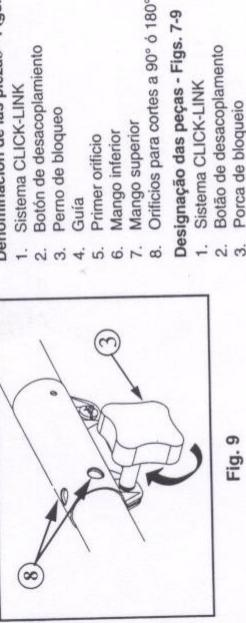

Fig. 9
- Gild knappen til adskillelse ind i sammenslutningsens andet hul (90°) eller tredje hul (180°) (Fig. 9).
- Fastskru låsematrikklen godt ved at skru den med uret, før De anvender apparatet (Fig. 9).